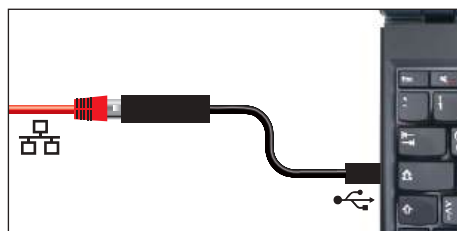

Fig. 8 Convertidor Ethernet–USB
- ▶ Convertidor Ethernet–USB (Fig. 8). Esta pieza permite conectar la conexión de red del equipo (véase la página 12) con la conexión USB de un PC/ordenador portátil.